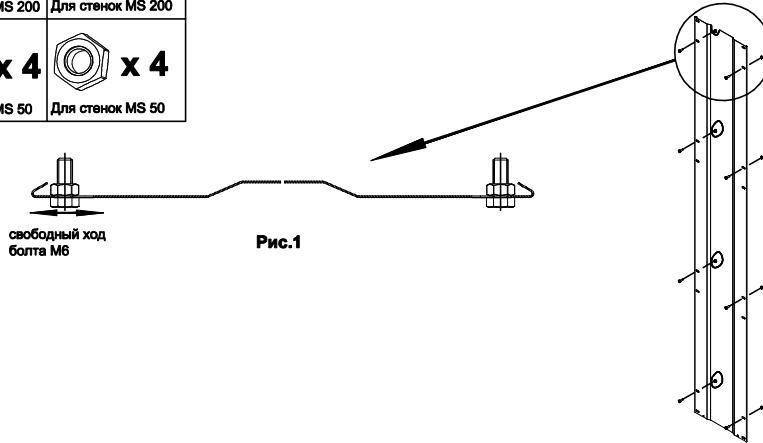

Рис.1
1. Вставить болт M6 в овальное отверстие и закрутить на него гайку, согласно рис. 1